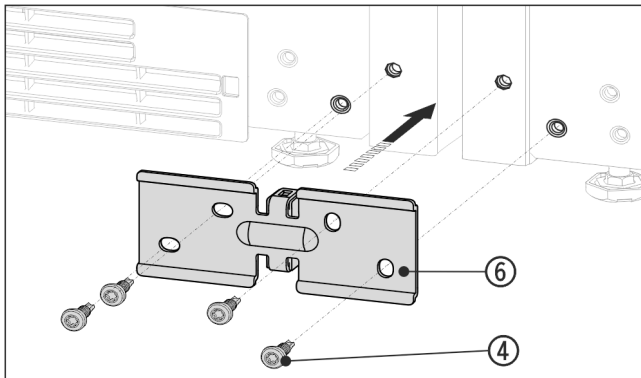

Fig. 12 Rappresentazione esemplificativa
- Spostare la squadretta Fig. 12 (6) con il distanziale fra le apparecchiature e avvitare con 4 viti Fig. 12 (4) senza stringerle.